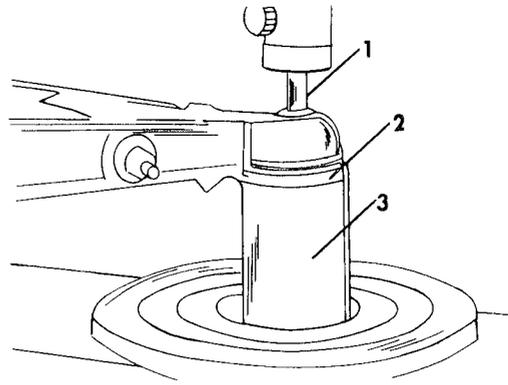

Bild 153
- Das Kugelgelenk auf ein Rohrstück auflegen, wie es in Bild 153 gezeigt ist, ohne dabei die Gummischutzkappe zu beschädigen.